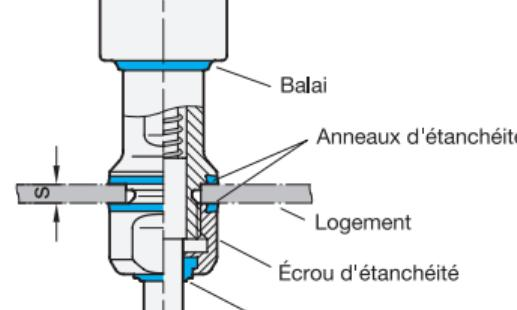

fig. 1
- Defective sealing rings must be replaced (Fig.1). Only use special sealing rings of the correct size (GN 7600)
The wiper (Fig. 1) cannot be replaced. The indexing plunger must therefore be replaced if the wiper is damaged, cracked or embrittled.
- Veillez à ce que le doigt d'indexage soit uniquement utilisé en combinaison avec la bague d'étanchéité fournie. Le joint est de forme conique. Il faut donc tenir compte de la bonne position de montage (fig. 1).
- Il convient de respecter les longueurs de serrage adéquates pour garantir une étanchéité correcte (fig. 1).
- La position de montage illustrée sur la fig. 1 garantit un écoulement indépendant des liquides.